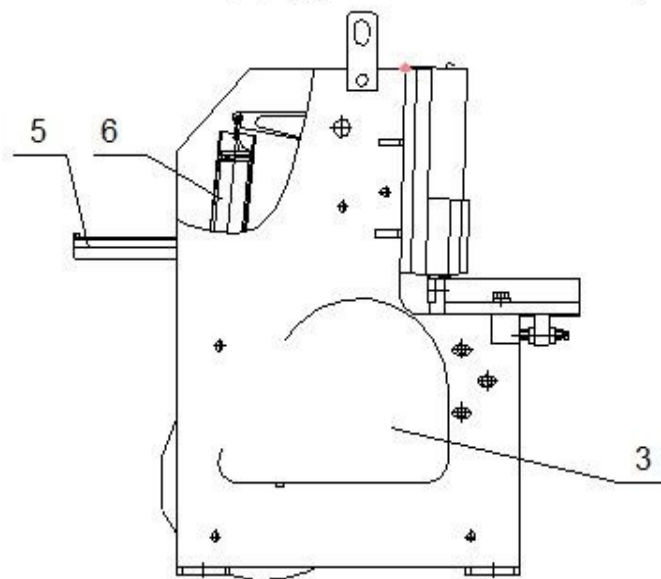

Рис.1 Общий вид механизма и органов управления.
1.2.1 Общий вид механизма и органов управления (рис.1)
1.2.2 Наименование позиций на рис.1 (табл.1)
1.3.2 Привод механизма осуществляется от индивидуального электродвигателя 10 (см. рис.1) через клиноременную передачу и цилиндрический редуктор 9 на эксцентриковый вал, который расположен параллельно фронту механизма.
Чтобы получить непрерывные резы нужно на пульте управления 7 (рис.1) переключатели SA2 и SA3 поставить в положение "Кнопка" и в положение "Авторобота". Работа в автоматическом режиме происходит посредством нажатия на кнопки "Муфта" и "Стоп" на пульте управления. Тот же режим можно осуществить педалью, если переключатель SA3 поставить в положение "Педаль".